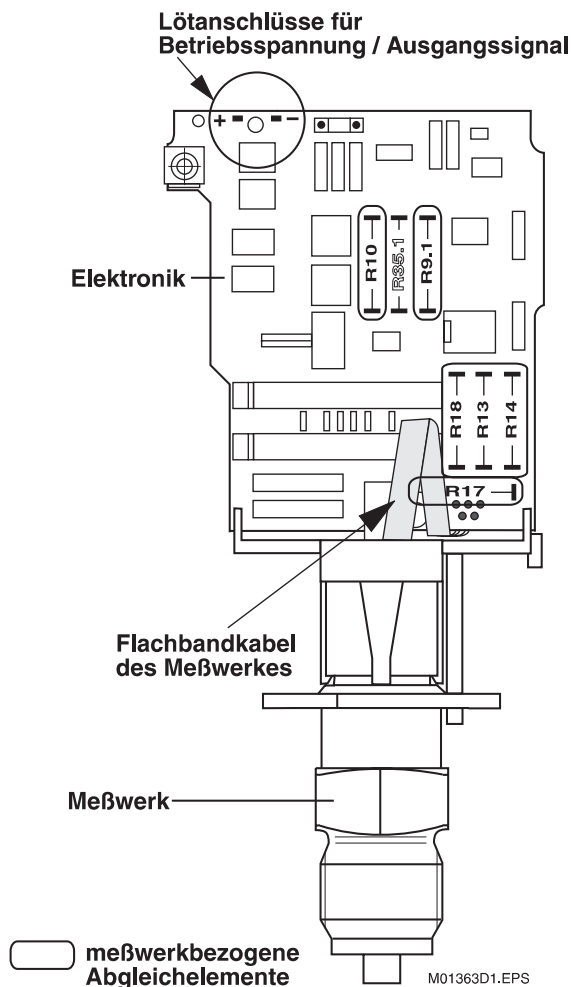

Bild 31. Bestückungsseite der Meßwerk-Elektronik-Einheit des AMD 200
6. Die **meßwerkbezogenen Abgleichelemente** (Bild 31) von der defekten Elektronikplatine auf die neue Elektronikplatine umlöten.
7. Ist der **Widerstand R 9.1** nicht auf der defekten Elektronik eingelötet (siehe Bild 31), so ist R9.1 auf der neuen Elektronik herauszulöten.
3. R10, R17, R18 sowie R13 oder R14 auslöten (Bild 31, meßwerkbezogene Abgleichelemente).
7. Die dem Meßwerk **mitgelieferten Abgleichelemente** (Karte) an entsprechender Stelle der Meßwerk-Elektronik-Einheit einlöten (Bild 31, meßwerkbezogene Abgleichelemente).